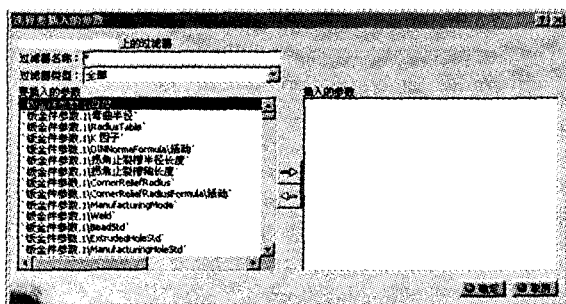

图 2 创建参数表
(1) 进行 1.1 中的(1)、(2)、(3)过程,但是在该过程中,要特别注意参数的约束和引用,尽量引用通用的理论基准,力求规范,便于查找。
(2) 创建参数表。CATIA V5 参数化设计中可以利用的参数表有两种,一种是文本格式的参数表,另一种是 Excel 格式的参数表[2]。本文建立 Excel 格式的参数表,因为他比较直观,步骤为:单击(design Table)按钮,弹出设计表格对话框,选择新增设计表格选项,弹出筛选表格参数对话框后,将需要的参数选入右侧的方框中并保存,如图 2 所示。